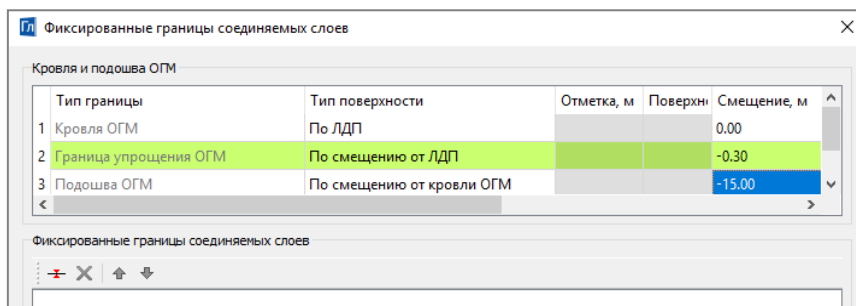

Рис. 12.2
6. Установите параметры кровли и подошвы согласно рис.12.2.